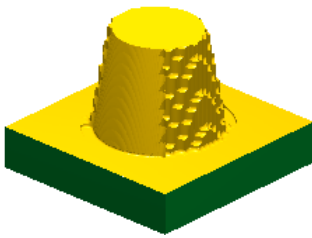

图 6.3.6 仿真结果
(1) 在 **刀路** 选项卡中单击  按钮，然后单击“验证选定操作”按钮 ，系统弹出“Mastercam 模拟器”对话框。
(2) 在“Mastercam 模拟器”对话框中单击  按钮，系统将开始进行实体切削仿真，结果如图 6.3.6 所示，单击  按钮。